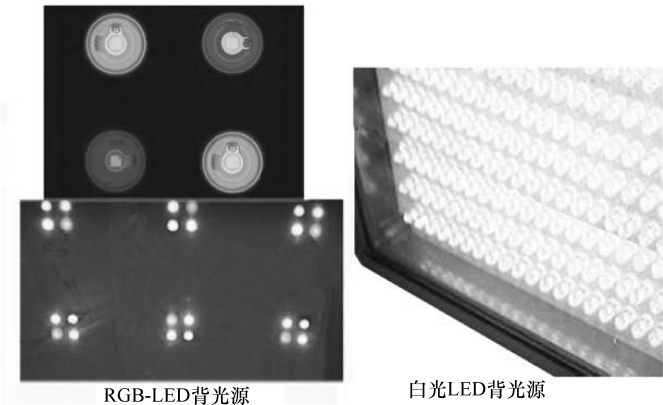

图 2-8 白光 LED 背光源和 RGB-LED 背光源
1) 按照目前 LED 背光源材料主要分为白色 LED 背光源(直接采用发白光的 LED)和 RGB-LED 背光源(由众多小发光单元组成,通过 RGB 三原色发光管发出的红绿蓝相互搭配成白光)两种(见图 2-8),其中白色 LED 便宜,使用较多。白色的 LED 最大特点是节能环保,可以使用更少的 LED 灯来实现同样的画面亮度,而且通过从液晶面板侧面边缘入射